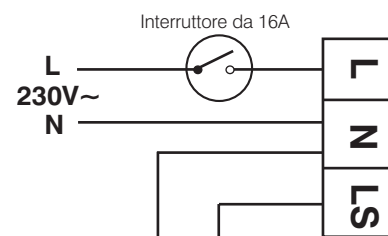

FIG. 5
**NOTA: il cablaggio di alimentazione che arriva al rilevatore deve incorporare un interruttore da 16A (FIG. 5).**